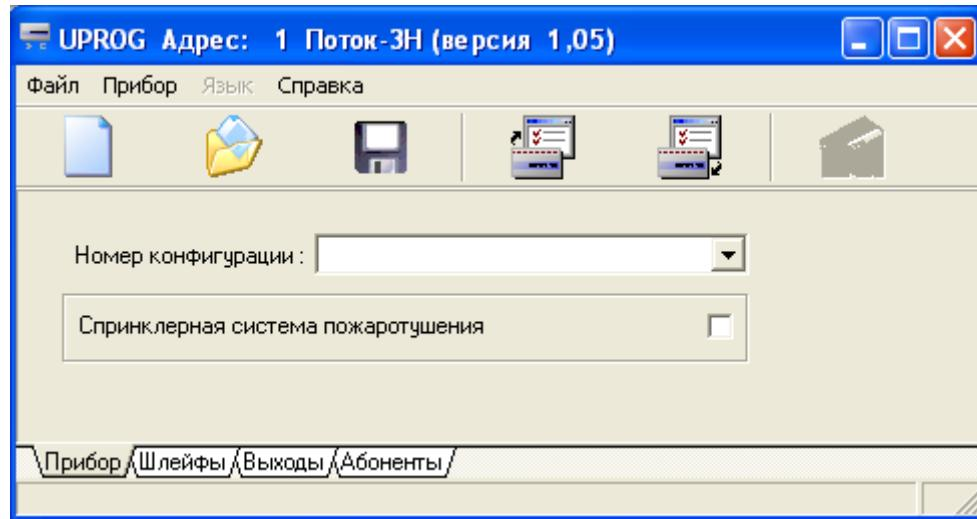

Рисунок 5. Рабочее окно программы Uprog для прибора «Поток-ЗН»
Выделите прибор «Поток-ЗН» с помощью мыши и нажмите кнопку «Выбрать». Программа Uprog отобразит окно текущих настроек прибора «Поток-ЗН», расположенных на четырех вкладках: «Прибор», «Шлейфы», «Выходы», «Абоненты» (см. Рисунок 5).
- ☞ Для включения параметра **«Спринклерная система пожаротушения»** установите флаг напротив данного параметра на вкладке «Прибор» программы Uprog (см. Рисунок 5).